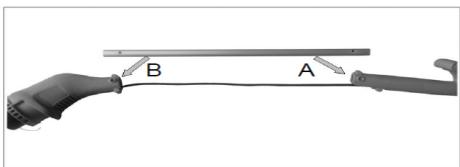

Fig 1
- Fixez les sections inférieure et supérieure du taille-bordures au tube de raccordement. (Fig. 1)